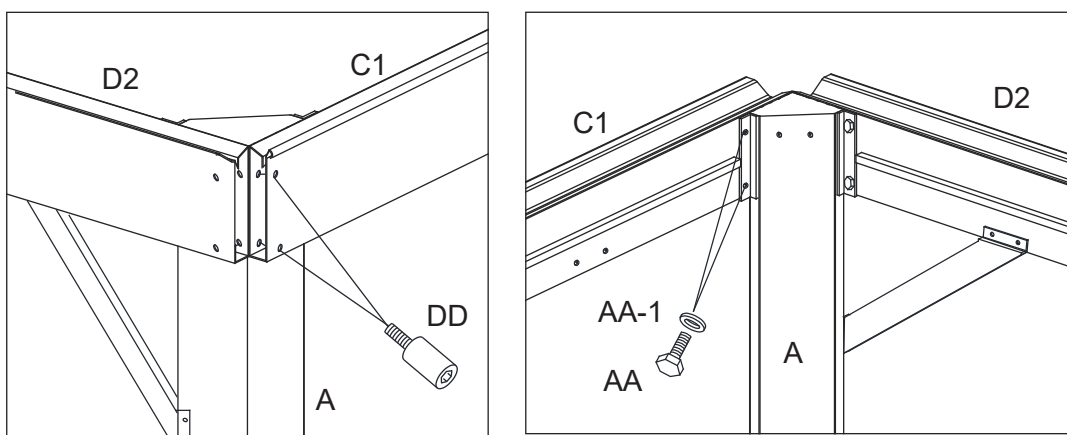

Figure 5-1
5.1. Fixer le linteau court (C1 et C2) aux poteaux d'angle (A) d'abord avec les boulons (AA) et les rondelles (AA-1), puis avec les boulons (DD). Serrez les boulons. Répétez l'opération pour les linteaux courts du côté opposé (C1 et C2). Serrez tous les boulons. Voir la figure 5-1 et la figure 5-3.